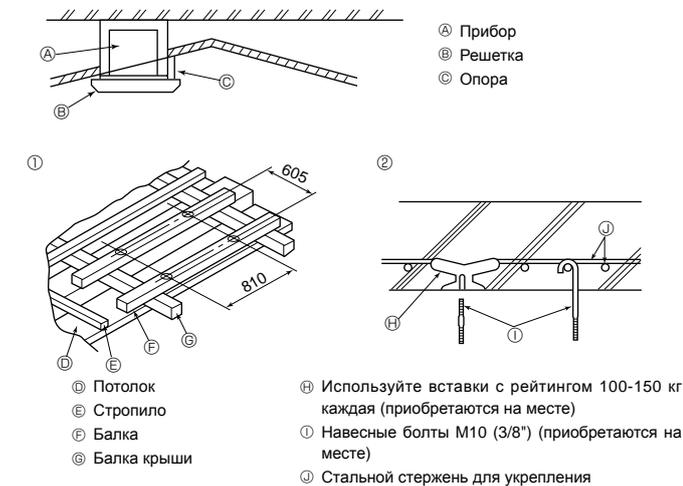

Fig. 2-4
- (E) Труба хладагента
- (F) Диаграмма отверстия для ответвления вентиляционного канала (вид с обеих сторон)
- (G) Отверстие 14- \varnothing 2,8
- (H) Вырезное отверстие \varnothing 150
- (I) Шаг отверстия \varnothing 175
- (J) Диаграмма входного отверстия для свежего воздуха
- (K) Отверстие 3- \varnothing 2,8
- (L) Шаг отверстия \varnothing 125
- (M) Вырезное отверстие \varnothing 100
- (N) Потолок
2.4. Подвесная конструкция (Обеспечьте прочность на месте подвешивания) (Fig. 2-4)
① Деревянные конструкции
② Железобетонные конструкции